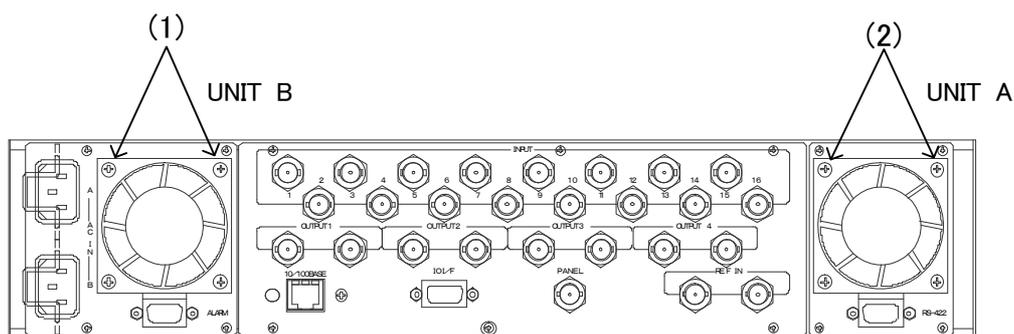

図7-4 FANユニット
(3)図7-4(下図)FANユニットの(1)部または(2)部のネジを2カ所プラスドライバーで緩めて外しFANを手前に引き出します。